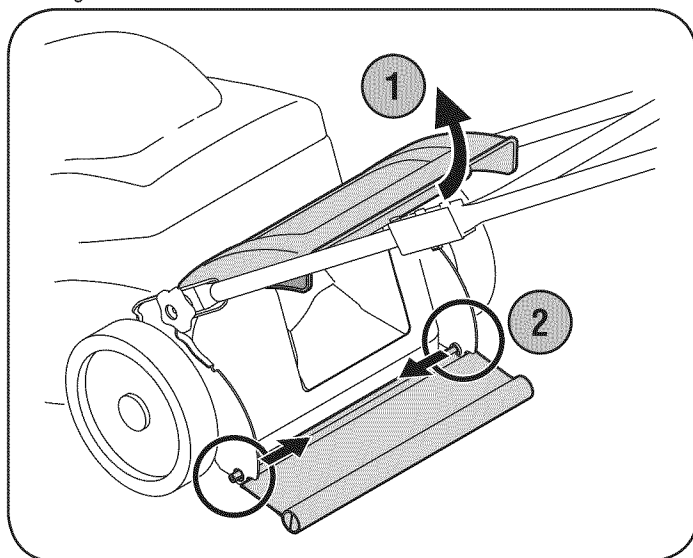

Figura 11
1. Para retirar el escudo posterior, levante la puerta trasera y doble (combe) el escudo hacia adentro a cada lado para soltar las lengüetas de los orificios del bastidor de la cortadora. Vea la Figura 11.
2. Coloque un taco de madera 2x4 de aproximadamente 8,5 pulgadas de largo entre el alojamiento de la plataforma y la cuchilla de corte, para que actúe como estabilizador. Vea la Figura 11.